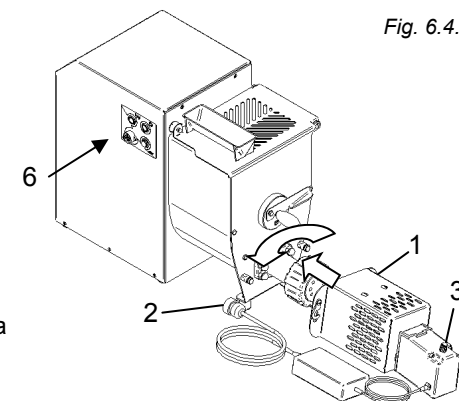

Fig. 6.4.1
- 1 Agganciare l'applicazione tagliapasta "1" (fig 6.4.1) sui perni frontali della macchina pasta.
- 2 Innestare il connettore "2" (fig. 6.4.1) nel connettore "6" (fig 3.1.1)
- 4 Agire sul potenziometro "3" (fig. 6.4.1) per variare la velocità del coltello tagliapasta in modo da tagliare la pasta alla lunghezza desiderata